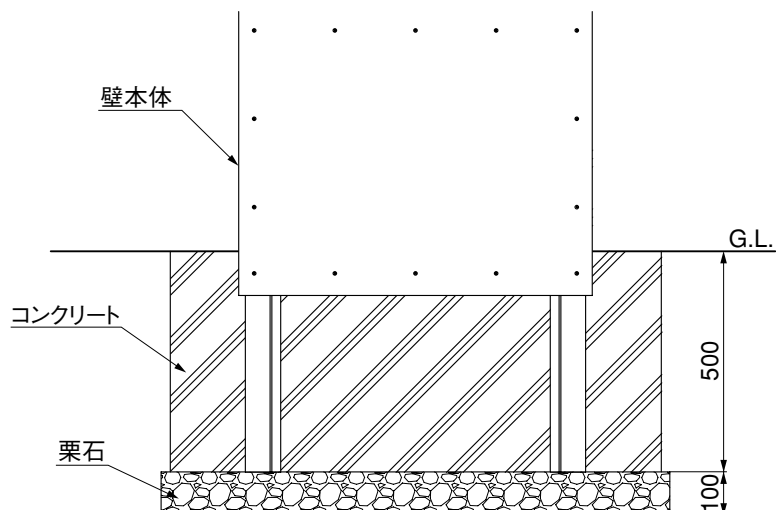

図14-1
- ① 基礎コンクリートを打設してください。（図14-1参照）